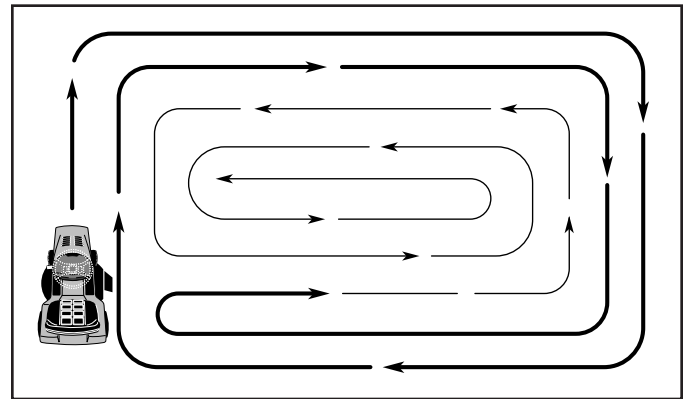

Fig. 12
- Al segar las área grandes, empiece girando a la derecha de modo que los recortes se descarguen, alejándose de los arbustos, cercos, entradas de automóviles, etc. Después de una o dos vueltas, siegue en la dirección opuesta, haciendo virajes a la izquierda, hasta que termine (Vea Fig 12).